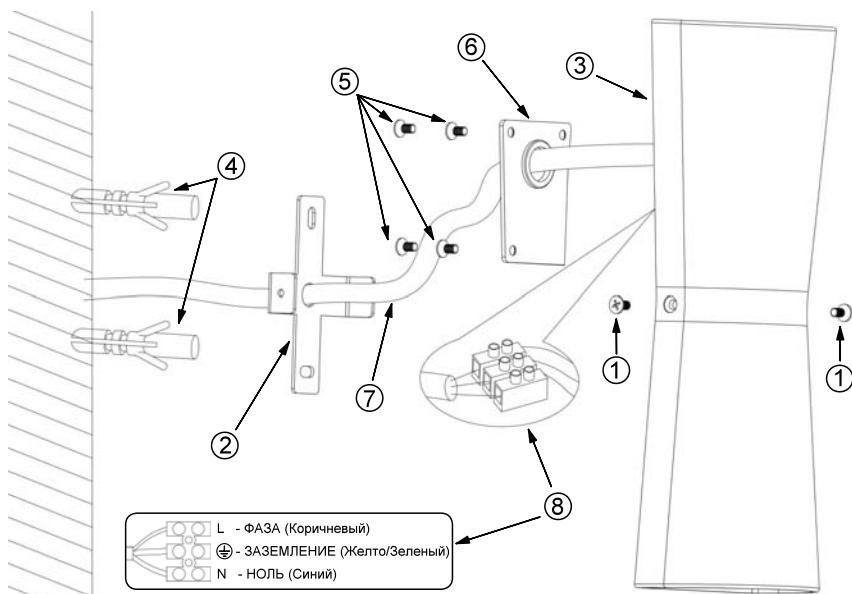

Рис.1. Установка светильника LGD-Wall-Tub-J2B
3.2.1. Выкрутите винт 2 винта ① (см. Рис. 1) и отделите кронштейн ② от светильника ③.